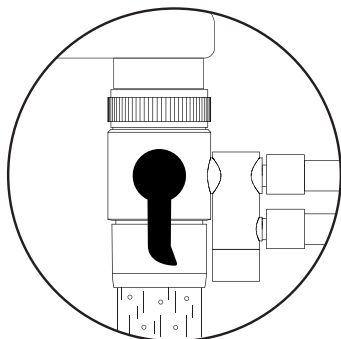

рис. 5
1. Откройте подачу холодной воды на смесителе – вода будет выходить через большой аэратор дивертора. Рукоять дивертора должна быть в вертикальном положении (рис. 5).